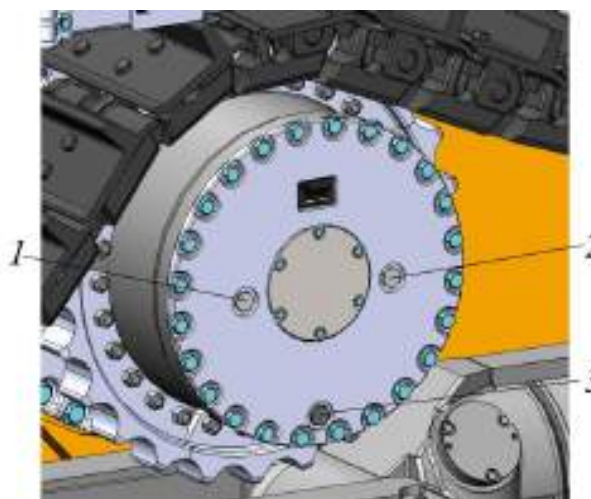

Рисунок 5.151. Процедура замены масла в бортовом редукторе
- ▶ Через наливное отверстие 1 или 2, рис. 5.151, заправить в редуктор свежее масло. Заправку производить до момента, пока из отверстия не начнет вытекать масло. Объем и наименование заправляемого масла см. **п. 5.2.1 Заправочные объемы смазочных материалов.** (Заправка сумматора происходит автоматически при заправке бортового редуктора.)
При каждой второй замене масла использовать новое уплотнение магнитных стержней поз. 1-2 и сливной пробки 3, рис. 5.151.